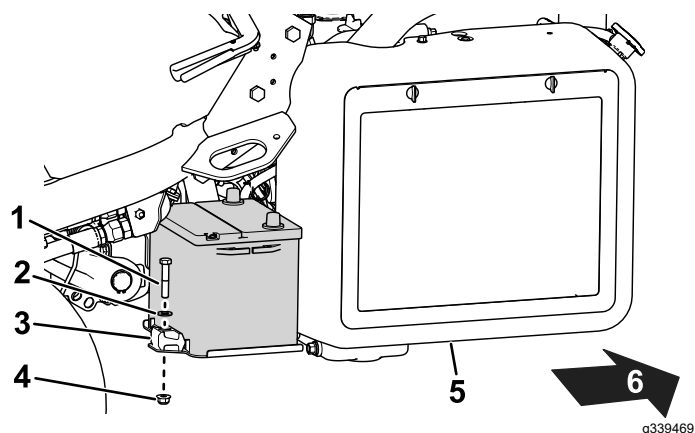

Figura 49
2. Retire las fijaciones que sujetan la batería a la bandeja (Figura 49) y levante la batería para sacarla.
- Coloque la batería en la bandeja y sujétela con las varillas y las fijaciones que retiró anteriormente (Figura 49).